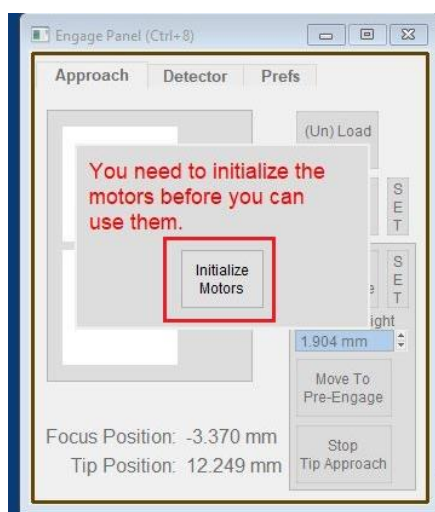

图 6-7
- (7) 将 Scanner 推回初始位置，并将其右侧的黑色把手拉下，确认物镜的聚焦校正环(图 6-7) 对应在 1.5 的位置，关上隔音罩。
- (8) 肉眼观察探针和样品之间的距离，并小心缓慢的旋转 AFM 主机上的旋钮，直至探针下降至样品表面 2-3mm 左右的位置。
- （9）初始化样品台。每次重新启动控制器时，系统会在 Engage Panel 自动提示初始化，取下扫描器上安装好的 holder（如有），点击“Initialize Motor”按钮，如图 6-7（如果没有重新启动控制器，则无此步骤）：